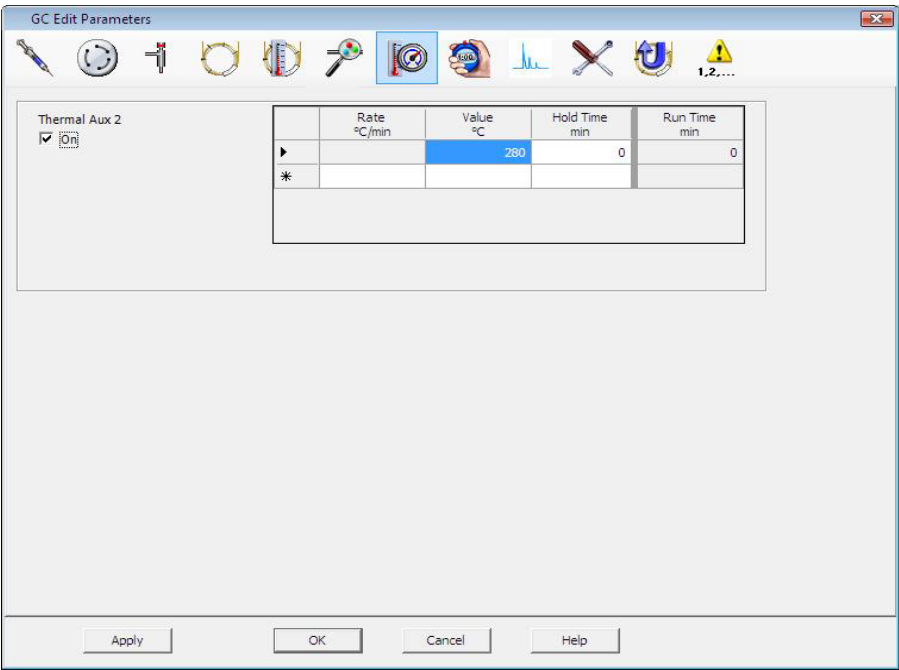

图 9 设置接口温度
- 2 单击**辅助通道**图标，编辑接口温度（图 9）。此示例将 GC/MS 接口温度配置为第 2 辅助加热区。